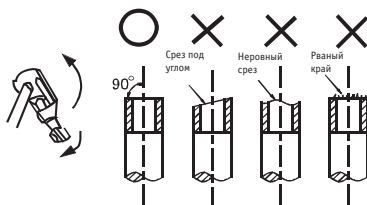

Рис. 29
- Обрежьте трубу с помощью трубореза. (См. рис. 29)